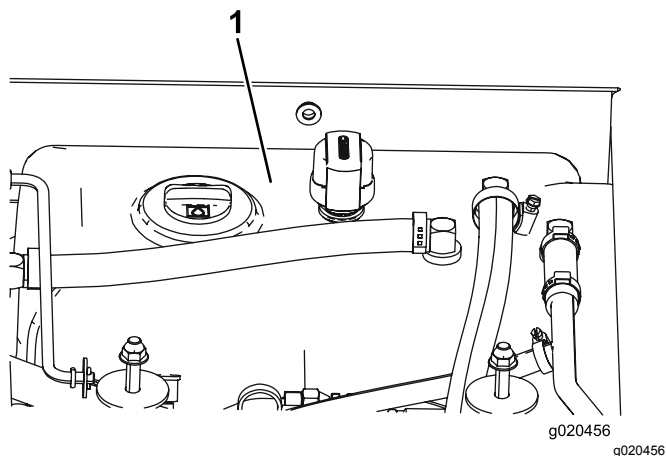

Figura 105
4. Riempite il serbatoio (Figura 105) di fluido idraulico; fate riferimento a Controllo del fluido idraulico \(pagina 73\).